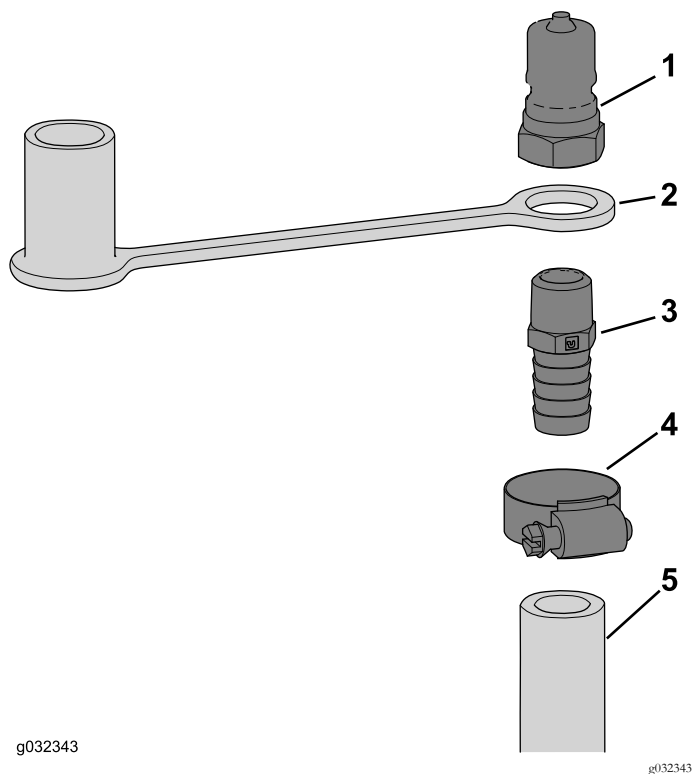

Figure 16
2. Placez le capuchon anti-poussière sur l'extrémité fileté du raccord droit, comme montré à la Figure 16.
3. Vissez le raccord droit sur le raccord mâle (Figure 16).
5. Glissez un collier sur le flexible (Figure 16).
6. Insérez l'extrémité cannelée de l'ensemble dans le flexible et fixez-le avec le collier, comme montré à la Figure 16.